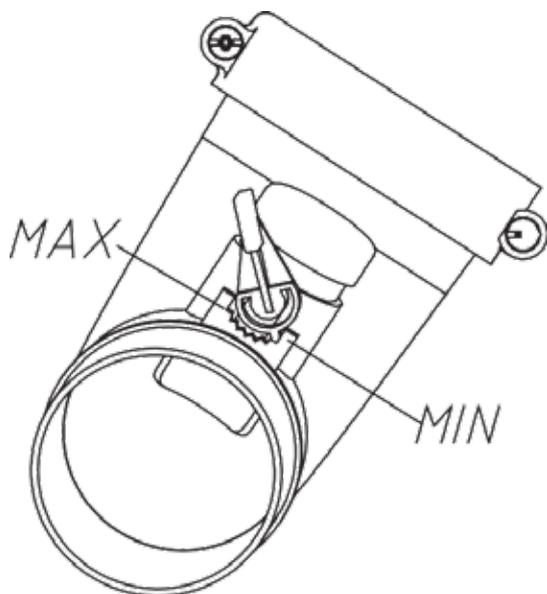

Fig 10
(2) Pulverizado. Regule la descarga usando la tuerca que regula la cantidad como se muestra en la Fig.10.